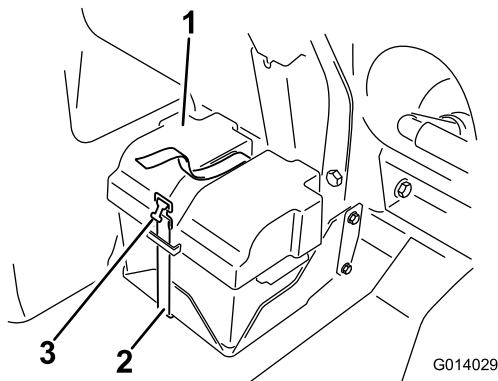

Bild 80
2. Nehmen Sie die Batterieabdeckung ab und klemmen das Minuskabel (schwarz) vom Batteriepol ab (Bild 80).
- Montieren Sie die Batterieabdeckung und befestigen sie mit dem vorher entfernten Riemen (Bild 80).